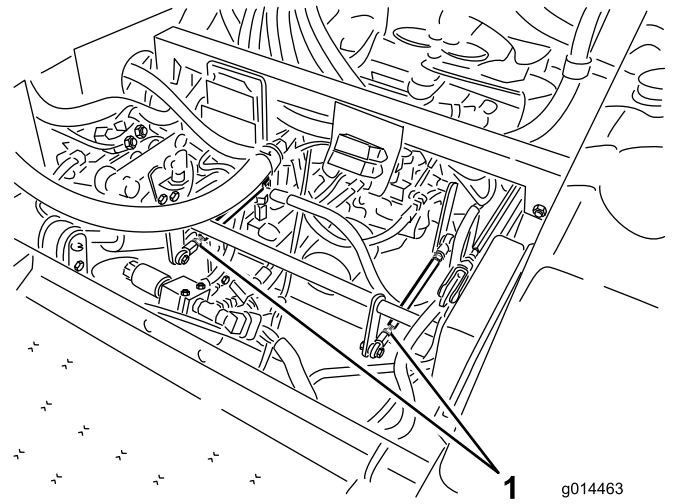

図 59
- ・ 左後タイヤが回転している場合には、左側トランスミッション・コントロール・ロッドのジャム・ナットをゆるめる（図 59）。